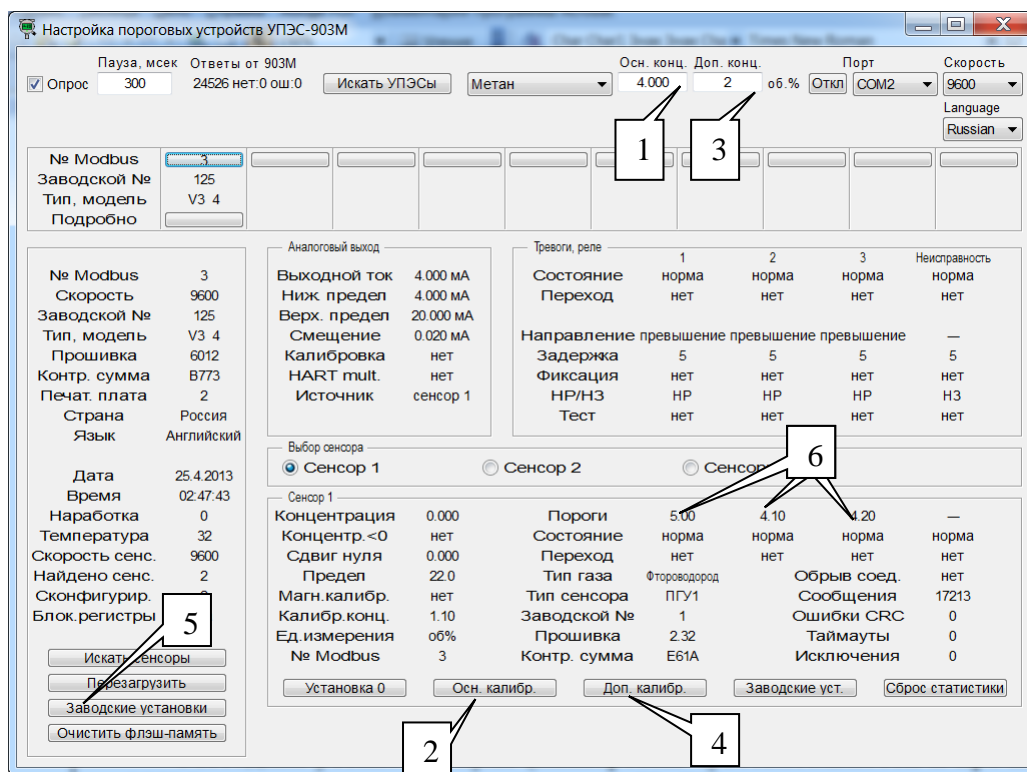

Рис.10 – проведение калибровки газоанализатора программным способом
- при проведении калибровки с ПГС высокой концентрации измеряемого газового компонента (более 75 % НКПР) устанавливают соответствующее значение «высокой концентрации газовой смеси» (в объемных долях) в поле «Высокая концентрация» (рис. 10, поз. 1). Для ПГС низкой концентрации определяемого газового компонента (50...75 % НКПР) устанавливают значение «низкой концентрации» (в объемных долях) в соответствующем поле «Низкая концентрация» (рис. 10, поз. 3)
- после установления стабильных показаний ССС-903МЕ, программным способом нажимают кнопку «Калибровка с высокой концентрацией» (рис. 10, поз. 2) или кнопку «Калибровка с низкой концентрацией» (рис. 10, поз. 4), при этом следует проконтролировать установление в соответствующем поле концентрации определяемого компонента значения концентрации ПГС, по которой производилась калибровка.
При необходимости (в случае неправильной калибровки газоанализатора или его некорректной работы) пользователь может осуществить возврат к установленным штатным (заводским) настройкам характеристик ССС-903МЕ – нажатием соответствующей клавиши «Заводские установки» (рис. 10, поз 5).
Пользователь также вправе самостоятельно установить требуемые значения порогов срабатывания аварийной сигнализации нажатием соответствующих кнопок «Порог 1», «Порог 2», «Порог 3» (рис. 10, поз. 6). При этом в диалоговом окне следующего вида: